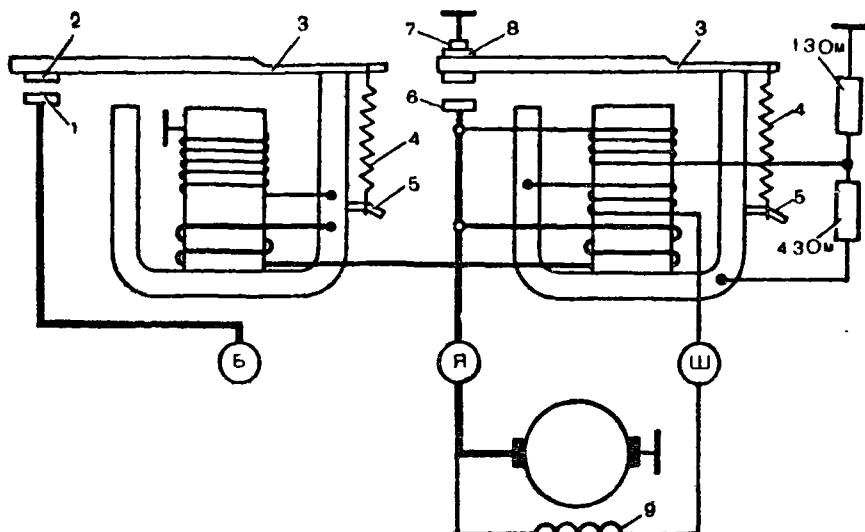

Рис. 71. Схема реле-регулятора РР-302:
**Реле-регулятор РР-302.** Реле-регулятор состоит из реле обратного тока (РОТ), регулятора напряжения (РН) и ограничителя тока. Он работает, когда якорь генератора вращается с малой частотой вращения, контакты 1 и 2 (рис. 71) разомкнуты, а двусторонний кон-